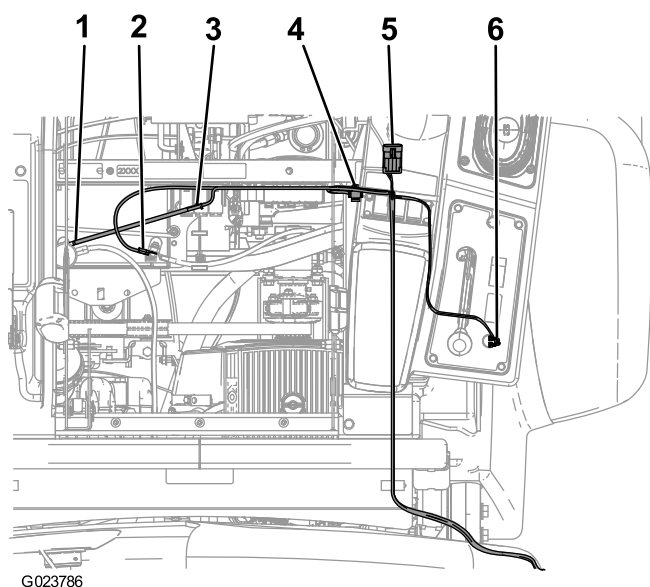

図 4
7. ホースリールのボタンをワイヤハーネスに接続し、ボタンと全天候ナットをリア・コンソールアームに取り付ける図 4。
9. その近くにあるコネクタを、コントロールアームの前側の下にあるメインワイヤハーネスについているホースリール・プラグに接続する図 4。
11. バッテリーのプラス+端子に取り付けられている赤いワイヤに、ヒューズリンクを接続する図 4。
12. ワイヤハーネスの遠い方の端部を、ヒューズブロックのアースに接続する図 4。